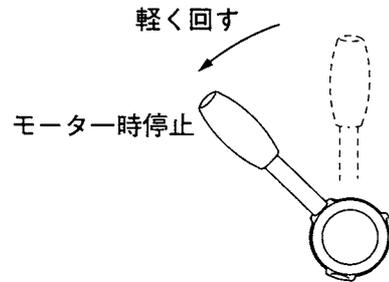

図 26
①モータが逆転方向(戻り方向)に回転している状態からハンドル棒を反時計方向に回し、モータを一時停止(ニュートラル)にしてください。(図26)